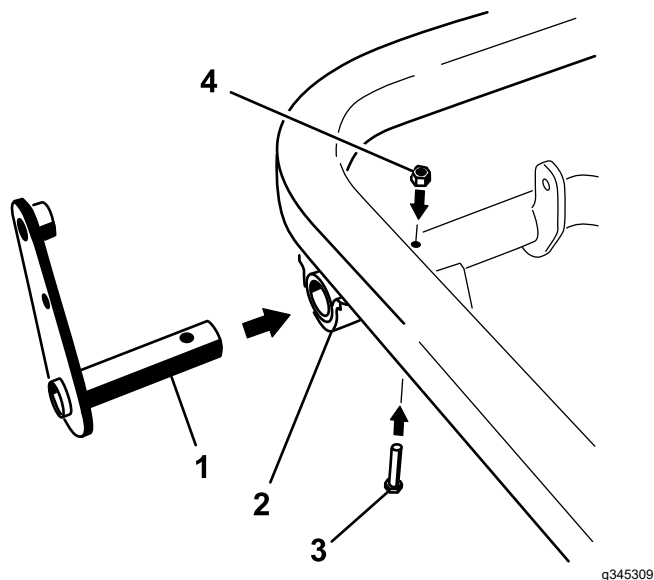

Рисунок 13
1. Вставьте стойку на узле рычага в левый конец шарнирной трубы и закрепите его болтом (5/16 x 2 дюйма) и контргайкой (5/16 дюйма) через шарнирную трубу (**Рисунок 13**).
3. Затяните средний болт шарнира (поз. 4 на **Рисунок 13**) с моментом 20 – 25 Н·м.